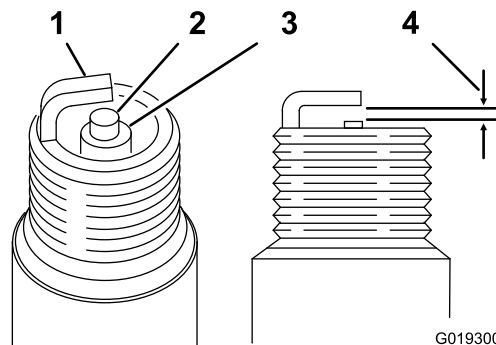

Figura 34
3. Impostate la distanza fra gli elettrodi a 0,6 - 0,7 mm, come illustrato nella (Figura 34). Montate la candela con l'esatta distanza tra gli elettrodi e serratela saldamente a 23 N·m.